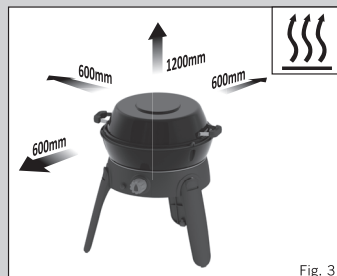

Fig. 3
- Assurez-vous que l'appareil est utilisé à distance de toute matière inflammable. Les distances de sécurité minimales sont les suivantes : Au-dessus de l'appareil : 1,2 m. À l'arrière et sur les côtés : 600 mm. (Voir Fig. 3)